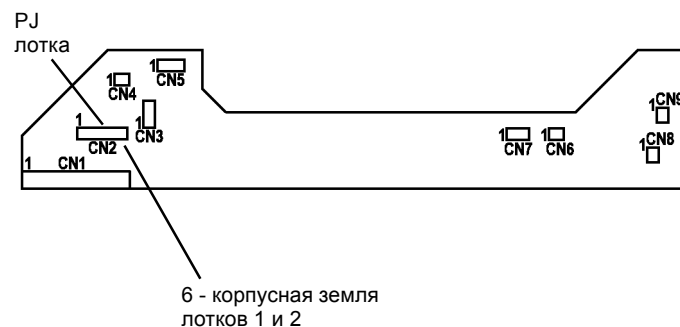

Рисунок 15 PWB интерфейса PCM
- c. Подсоедините красный щуп мультиметра к CN1-19 PWB интерфейса PCM (Рисунок 15).
- d. Подсоедините красный щуп мультиметра к CN2-6 PWB интерфейса PCM (Рисунок 15).